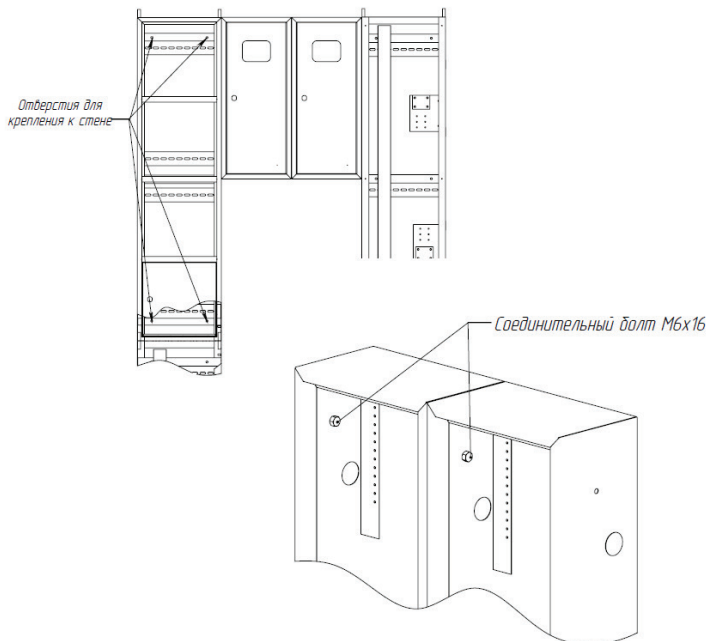

Рисунок 10 – Соедините ЯУР и средней части КСС
3.7 Присоедините ЯУР к средней части КЭТ и закрепите с помощью двух болтов М6х16 и гайкой М6 (см. рисунок 10). Окна вывода – ввода проводов в средней части КЭТ и ЯУР должны совпадать.
4.7 Соедините с помощью болтов с гайками М16 ЯУР со средней частью КСС (см. рисунок 10).